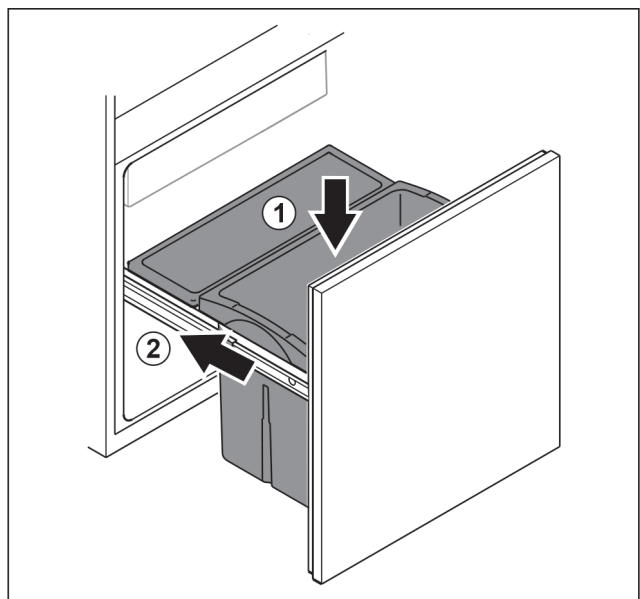

Fig. 90
- ▶ Vložte zásuvku zhora. Fig. 90 (1)
- ▶ Zasuňte vyťahovací vozík. Fig. 90 (2)